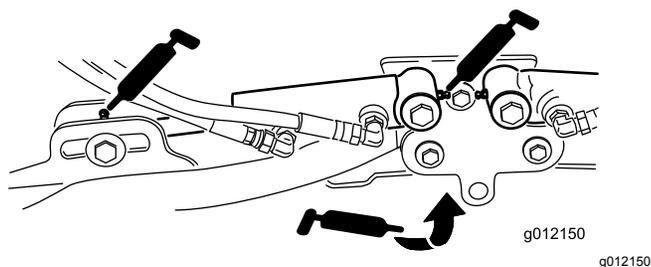

Рисунок 63
- Цилиндры подъемных рычагов режущего блока (по 2 шт.) (Рисунок 63).
- Оси поворота подъемного рычага (по 1 шт.) (Рисунок 63)